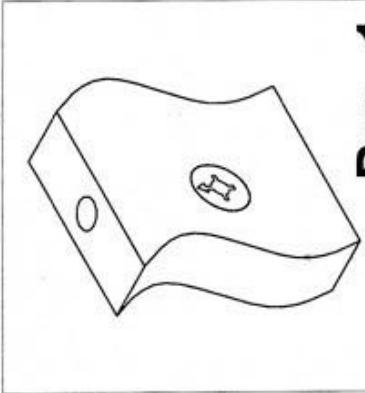

Рис. 1
1. Прикрутить к деталям 3 и 4 направляющие (7) в отверстия диаметром 5 мм, при помощи евровинтов (8), для чего совместить первое отверстие на деталях диаметром 5мм со вторым отверстием на направляющих (7). Вставить стяжки-растексы (19) в отверстия диаметром 15 мм (см. рис.1) на деталях 3 и 5. Забить шканты (1) в торцевые отверстия диаметром 8мм на деталях 3, 4, 5 и соединить эти детали с полкой 6. Фиксацию производить при помощи евровинтов (6). К полке 6 стенку заднюю 11 и присоединить ее к боковинам 3 и 5 и полке нижней 6 евровинтами (6). К полке 6 примрутить опоры 14 при помощи саморезов (16).
- 1 Взять стенку заднюю выдвижного ящика и забить в соответствующие отверстия шканты (1). Соединить боковины ящика с задней стенкой. Фиксацию производить при помощи евровинтов (2). Далее положить каркас ящика на заднюю стенку и забить шканты (1) в соответствующие торцевые отверстия на боковинах ящика, и вставить стяжки-растексы (3) (см.рис.1). После этого вставить дно ящика в пазы на каркасе ящика, таким образом, чтобы дно ящика вошло в паз на стенке задней ящика. Далее закрутить в переднюю панель ящика в имеющиеся муфты дюбеля стяжек-растексы (4). Соединить переднюю панель ящика с каркасом . Фиксацию стяжек-растексы(3) произвести путем поворота стяжки (3) по часовой стрелке. После этого положить ящик дном вверх и прокрутить ответные планки направляющих (7) к боковинам ящика при помощи саморезов (5).
- 2 Далее вставить выдвижной ящик в каркас стола так, чтобы ответные планки направляющих (7) закрученные на боковинах ящика вошли в направляющие (7) закрученные на боковинах тумбы 3 и 4.
- 3 Вставить ящики в каркас тумбы. На магнитный наконечник толкателя (17) приложить металлический пятачок (21), из комплекта фурнитуры, очистив предварительно клеющую часть (снять пленку с надписью "ЗМ") (рис.А). При нажатии на переднюю панель ящика , ящик должен фиксироваться в каркасе тумбы.. После закрытия ящика пятачок останется на передней панели ящика. При повторном нажатии ящик должен немного выдвигаться вперед.. Это выдвижение позволяет в дальнейшем выдвинуть ящик полностью
- 4 Закрутить в муфты расположенные в столешнице дюбеля стяжек-растексы (4). Забить шканты (1) в соответствующие торцевые отверстия диаметром 8 мм расположенные на деталях 1, 3, 5. Соединить столешницу с собранными элементами. Фиксацию стяжек-растексы произвести путем поворота их по часовой стрелке. Поставить декоративные заглушки (10) и (11).